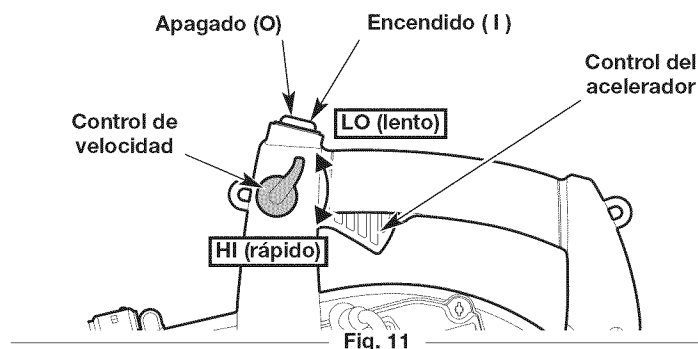

Fig. 11
**NOTA:** No es necesario encender la unidad. El interruptor de encendido/apagado está en la posición ENCENDIDO (I) en todo momento (Fig. 11).
4. Mueva el control de crucero a la posición **LO (lento)** (Fig. 11).
**NOTA:** Mantenga el control de crucero en posición **LO (lento)** y **NO** presione el control del acelerador hasta el paso 9 (Fig. 11).
8. **NO** apriete el control del acelerador. Ponga el motor en una marcha lenta durante 5 a 10 segundos. Si la unidad se detiene durante este momento: Apriete y mantenga oprimido el control del acelerador o mueva el control de crucero a la posición **HI (rápido)** (Fig. 11). Tire de la cuerda de arranque con un movimiento controlado y firme hasta que arranque la unidad.
9. Apriete y mantenga oprimido el control del acelerador o mueva el control de crucero a la posición **HI (rápido)** (Fig. 11). Deje que el motor se caliente durante 30 a 60 segundos.
2. Oprima y mantenga apretado el interruptor de encendido/apagado en la posición **APAGADO (O)** hasta que el motor se pare por completo (Fig. 11).
**NOTA:** Mantenga el control de crucero en posición **LO (lento)** y **NO** presione el control del acelerador hasta el paso 11 (Fig. 11).
10. **NO** apriete el control del acelerador. Ponga el motor en una marcha lenta durante 5 a 10 segundos. Si la unidad se detiene durante este momento: Apriete y mantenga oprimido el control del acelerador o mueva el control de crucero a la posición **HI (rápido)** (Fig. 11). Haga funcionar el accesorio Speed Start™ en intervalos de no más de 2 segundos cada vez hasta que arranque la unidad.
11. Apriete y mantenga oprimido el control del acelerador o mueva el control de crucero a la posición **HI (rápido)** (Fig. 11). Deje que el motor se caliente durante 30 a 60 segundos.
- Use el control de velocidad para facilitar la operación continua (Fig. 11).